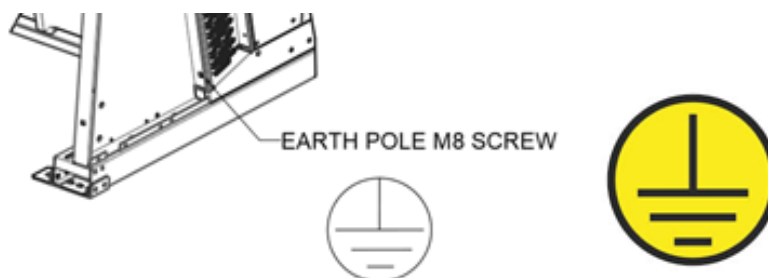

Abb. 6.3 - Detail der Position des Erdungsanschlusses
Bevor die Einheit an das Stromnetz angeschlossen wird, ist sicherzustellen, dass geeignete Vorrichtungen zur Trennung und Abschaltung vom Netz, zum Schutz gegen elektrischen Schlag, zum Schutz der Ausrüstung sowie alle weiteren gemäß den geltenden Normen vorgeschriebenen Einrichtungen verwendet wurden. Der Rahmen jedes Modells ist mit einem Schutzleiteranschluss (PE) und einer entsprechenden Kennzeichnung versehen. **Es ist zwingend erforderlich, den Schutzleiteranschluss des Modells mit der Anlage oder dem externen Erdungsleiter zu verbinden (siehe Abb. 6.3).**